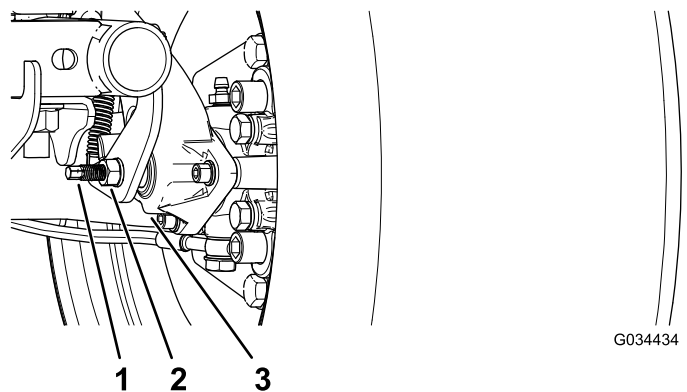

Figura 55
3. Usando 2 llaves, sujete el espárrago de ajuste de la pinza con una llave y afloje la contratuerca ¼ de vuelta con la otra llave (Figura 55).
4. Sujetando el espárrago de ajuste y la contratuerca para que no se muevan, gire el espárrago de ajuste hacia dentro para apretarlo (Figura 55).
5. Sujetando el espárrago de ajuste y la contratuerca para que no se muevan, afloje el espárrago $\frac{1}{4}$ de vuelta (Figura 55).
6. Sujetando el espárrago de ajuste y la contratuerca para que no se muevan, apriete la contratuerca (Figura 55).